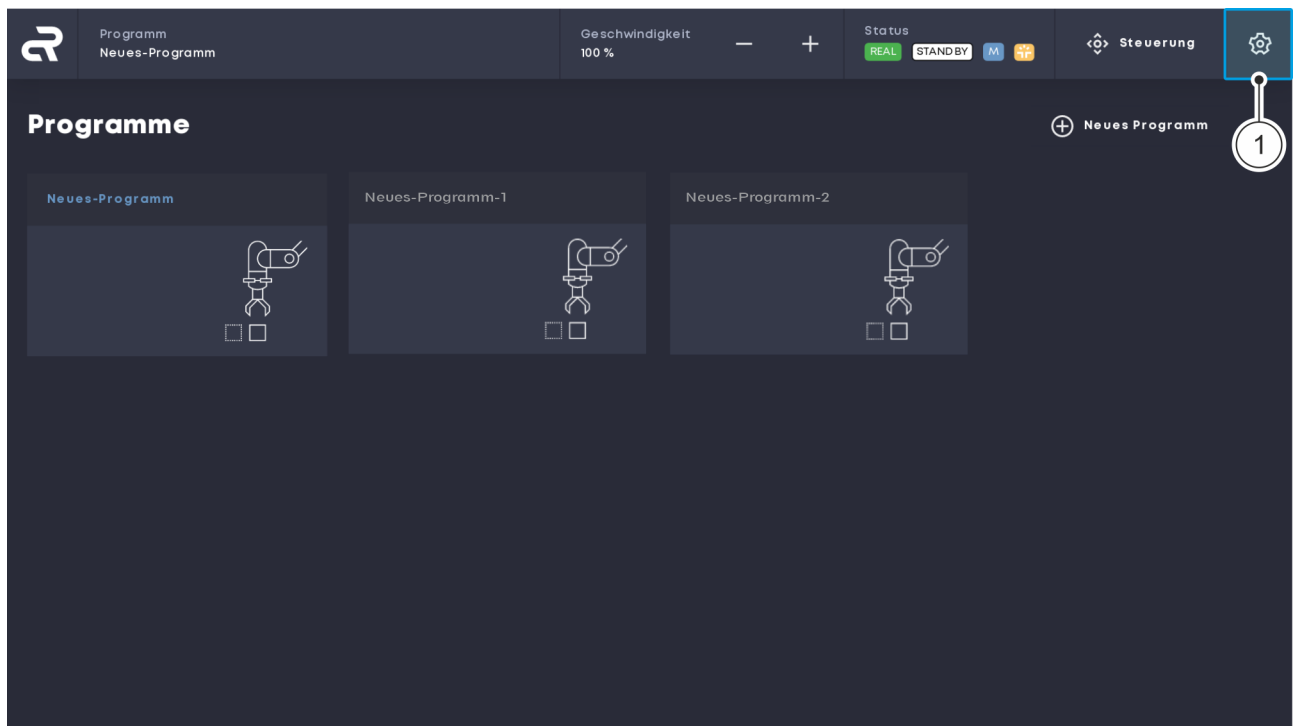

Abb. 12 Menü „Einstellungen“ öffnen
01. In der Navigationsleiste auf das Zahnradsymbol klicken Abb. 12/
①, um das Menü „Einstellungen“ zu öffnen.
02. Im Menü „Einstellungen“ auf die Schaltfläche „Sicherheit“ Abb. 12/ ① in der linken Registerkarte klicken, um das Fenster der Sicherheitskonfiguration Abb. 12/ ② zu öffnen.
03. Auf die Schaltfläche „Bearbeiten“ klicken, um die Parameter der Sicherheitskonfiguration zu ändern Abb. 12/ ③.